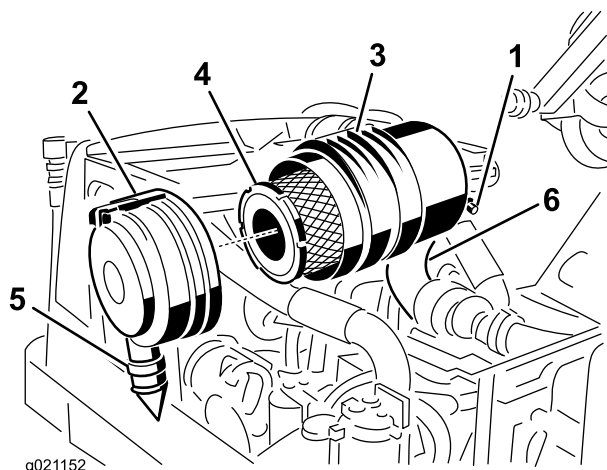
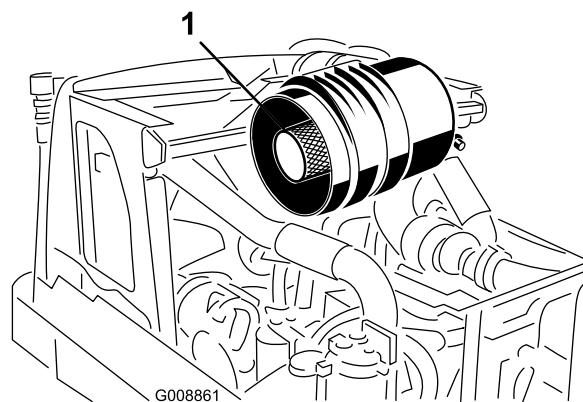

Figure 59
Figure 60
1. Tirez le verrou vers l'extérieur et tournez le couvercle du filtre à air dans le sens antihoraire (Figure 59).
2. Déposez le préfiltre (Figure 59). Il est déconseillé de nettoyer les éléments usagés car cela risque d'endommager le matériau du filtre. Vérifiez que le filtre de rechange n'a pas été endommagé pendant le transport. Vérifiez l'extrémité d'étanchéité du filtre et du corps. N'utilisez pas l'élément s'il est endommagé. N'enlevez **pas** l'élément de sécurité (Figure 60).
Important: N'essayez jamais de nettoyer l'élément de sécurité (Figure 60). Remplacez-le une fois sur trois, quand vous effectuez l'entretien du préfiltre.
3. Remplacez le préfiltre (Figure 59).
6. Montez le couvercle en dirigeant la valve de sortie en caoutchouc (Figure 59) vers le bas, entre 5:00 et 7:00 heures environ vu de l'extrémité. Fermez le verrou.